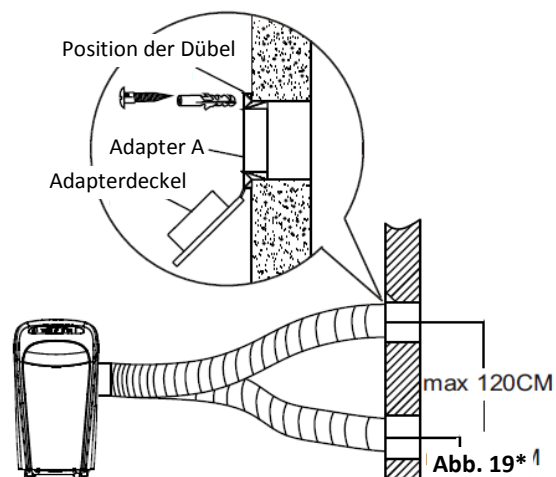

Abb. 19* ↑
1. Bereiten Sie die Bohrung in der Wand. Montieren Sie den Abluftadapter A an der Wandaußenseite mit den 4 Dübeln und Holzschrauben. Schrauben Sie den Adapter gut fest. (Siehe Abb. 19*)